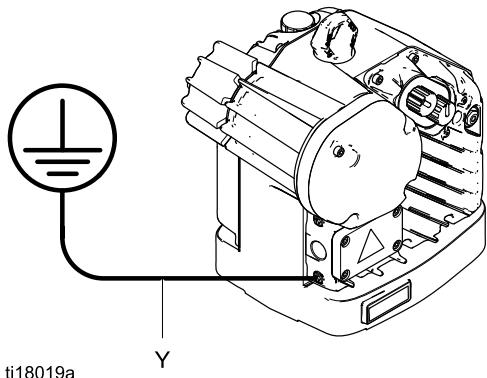

Figure 4 接地線
- ポンプ:**図 4 を参照してください。接地ネジを緩め、接地配線を接続します。接地ネジをしっかりと締めます。接地ワイヤーのもう一端を実際の土の地面に接続してください。